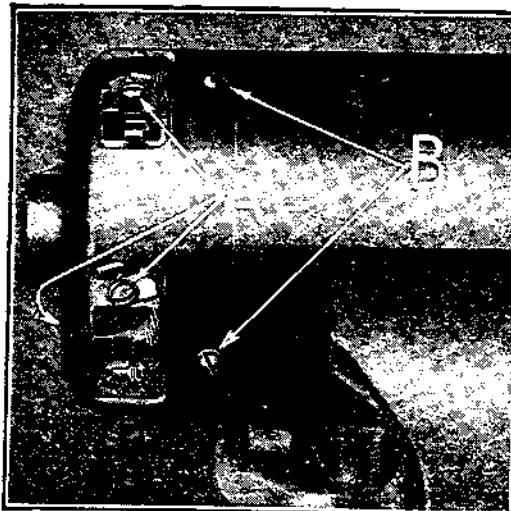

Fig. 457
a) Dévisser les trois vis des porte-balais. (Voir A, fig. 457.)
931 — Monter la flasque sur la carcasse et serrer les 4 vis de fixation. (Voir B, fig. 457.)